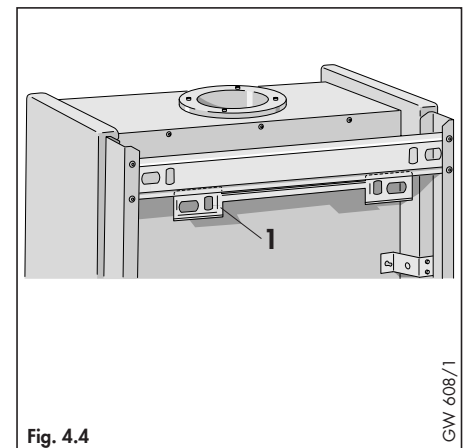

Fig. 4.4
Fixer le support (fig. 4.4) de l'appareil sur le mur avec les vis jointes à l'emballage (si le mur est en mauvais état, il est possible d'utiliser d'autres fixations ou des fixations supplémentaires afin d'assurer un montage sûr).
4.5.2 Montage de l'appareil (fig. 4.4)